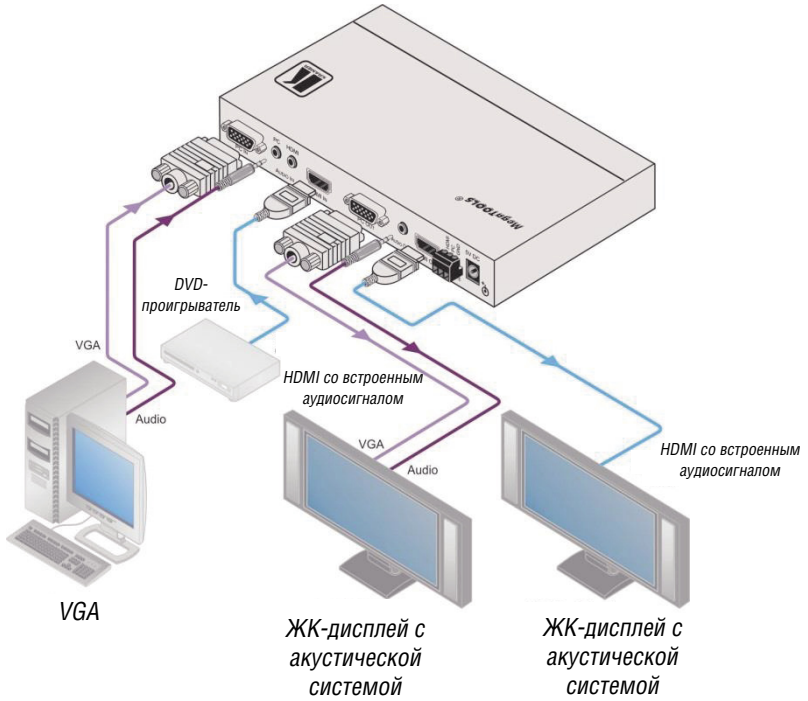

Рис. 2. Подключение масштабатора VGA/YUV/HDMI VP-426
Чтобы подсоединить **VP-426** в соответствии с примером, показанным на рис. 2, действуйте в следующем порядке:
6. Подсоедините сетевой адаптер на 5 В постоянного тока к разъему 5V DC и к электросети (не показано на рис. 2).